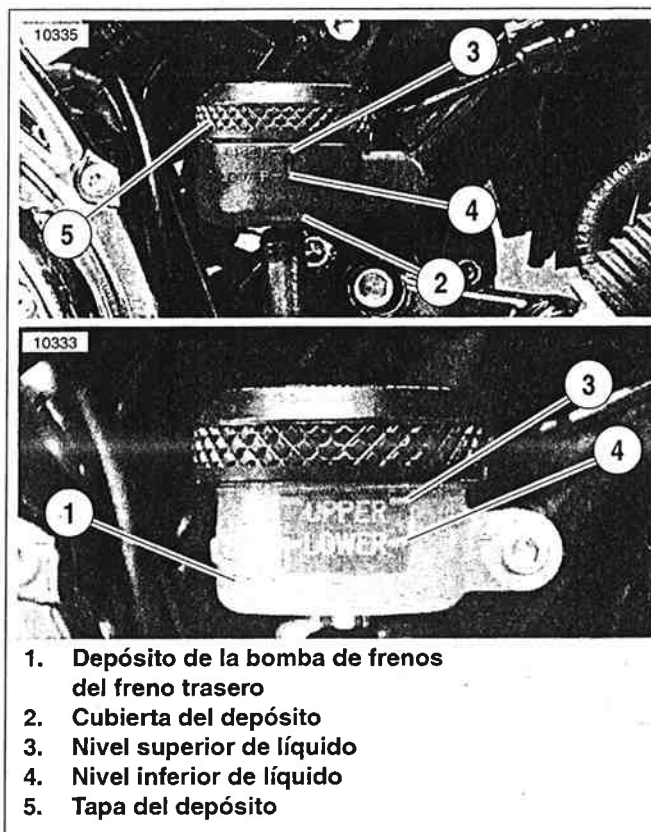

Figura 2-123. Depósito de la bomba de frenos del freno trasero
- Vea la Figura 2-123. La cubierta del depósito (2) puede quitarse del depósito de la bomba del freno trasero (1) para verificar más fácilmente el nivel del líquido en el depósito.
11. Coloque la motocicleta en posición vertical (no sobre el soporte de estacionamiento). Vea la Figura 2-123. Quite la tapa del depósito de la bomba del freno trasero (5). Vierta LÍQUIDO DE FRENOS HIDRÁULICOS CON SILICONA D.O.T. 5 Harley-Davidson (pieza Nº 99902-77) al depósito hasta que el líquido llegue al nivel superior de líquido (3). No sobrellene el depósito. No vuelva a usar el líquido de los frenos viejo.